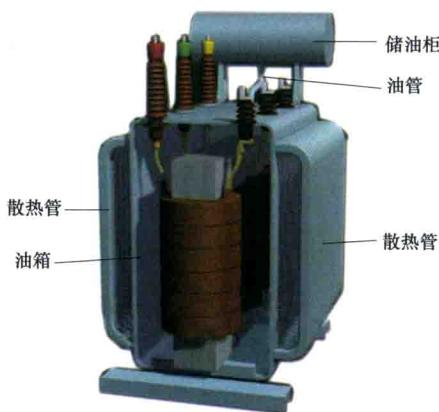

图 1-9 油箱内部结构示意
(3) 油箱及绝缘油。油箱用来充满绝缘油。油箱的内部结构如图 1-9 所示。